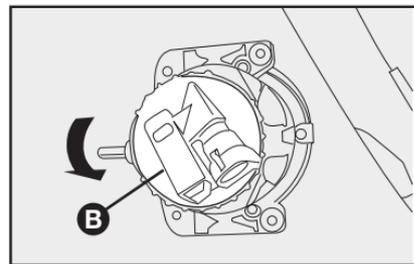

fig. 44
- 2) Gire la tapa **B-fig. 44** en el sentido antihorario;